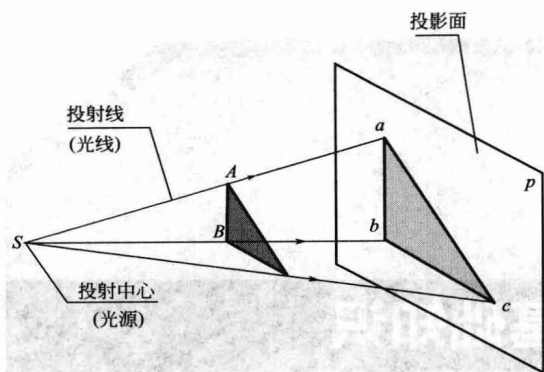

图 1-1 中心投影法
(1) 中心投影法 投射射线由一点放射出来的投影方法称为中心投影法,如图 1-1 所示。中心投影法所得到的投影图称为中心投影。